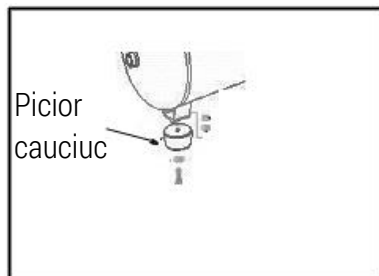

Figura 1
1. Introduceți șurubul în orificiul din piciorul de cauciuc (vezi figura 1).